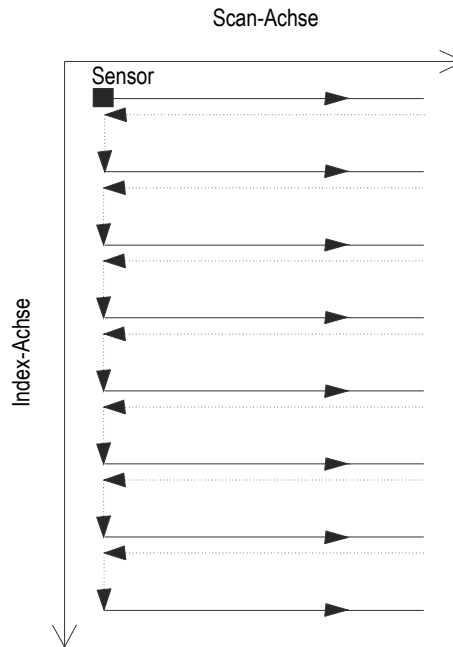

Abbildung 5-6 In einer Richtung (Flächen-Scan)
Für Flächen-Scans werden zwei Achsen benötigt: (1) die Scan-Achse, für die mechanische Fortbewegung auf der Prüfspur und (2) die Index-Achse, für die mechanische Fortbewegung von Prüfspur zu Prüfspur. Am Ende jeder Prüfung auf der Scan-Achse wird der Wert auf der Index-Achse um eine Stelle erhöht. Mit dem Scantyp In einer Richtung werden die Daten auf der Scan-Achse in nur einer Richtung aufgezeichnet, wie in Abbildung 5-6 auf Seite 167 gezeigt. Dieser Scantyp wird üblicherweise mit Scan-Mechanismen genutzt, die einen eher starken Versatz in der Scan-Richtung aufweisen.